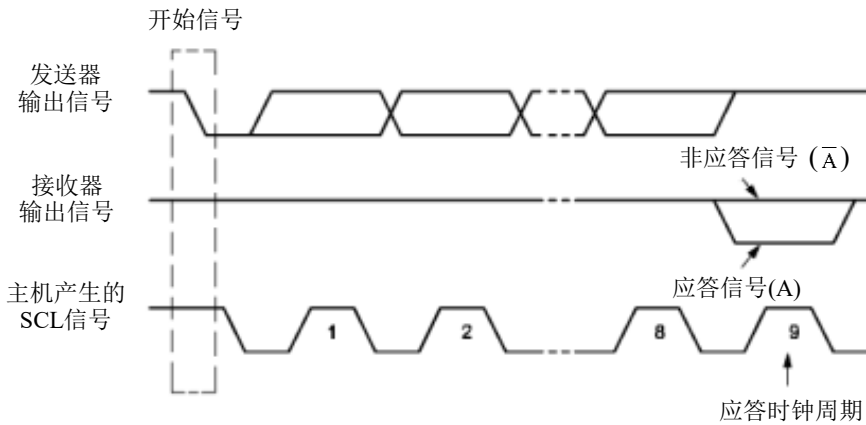

Figure 16-5 IIC 总线的应答信号
**重新开始信号 (Repeated START):** 在 IIC 总线上，由主机发送一个开始信号启动一次通信后，在首次发送停止信号之前，主机通过发送重新开始信号，可以转换与当前从机的通信模式，或是切换到与另一个从机通信。如 Figure16-5 所示，当 SCL 为高电平时，SDA 由高电平向低电平跳变，产生重新开始信号，它的本质就是一个开始信号。
**应答信号 (A):** 接收数据的 IIC 在接收到 8 位数据后，向发送数据的 IC 发出的特定的低电平脉冲。每一个数据字节后面都要跟一位应答信号，表示已收到数据。应答信号在第 9 个时钟周期出现，这时发送器必须在这一时钟位上释放数据线，由接收设备拉低 SDA 电平来产生应答信号，由接收设备保持 SDA 的高电平来产生非应答信号 (A¯)，如 Figure16-5 所示。所以，一个完整的字节数据传输需要 9 个时钟脉冲。如果从机作为接收方向主机发送非应答信号，这样，主机方就认为此次数据传输失败；如果是主机作为接收方，在从机发送器发送完一个字节数据后，发送了非应答信号，从机就认为数据传输结束，并释放 SDA 线。不论是以上哪种情况都会终止数据传输，这时，主机或是产生停止信号释放总线，或是产生重新开始信号，开始一次新的通信。开始信号、重新开始信号和停止信号都是由主控制器产生，应答信号由接收器产生，总线上带有 IIC 总线接口的器件很容易检测到这些信号。